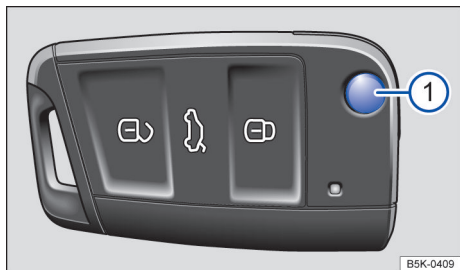
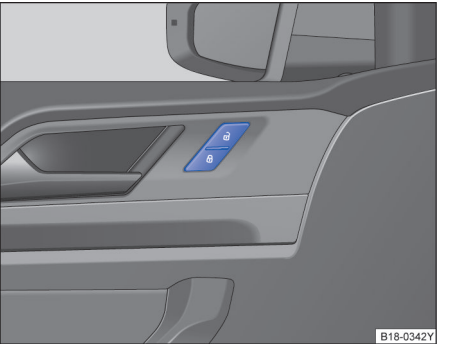

图 42 遥控钥匙
图 46 驾驶员侧车门内：中央门锁按钮
按压按钮→图 42①即可解锁并翻开钥匙头。
如短时间内反复按压汽车钥匙上的按钮→图 42 或中央门锁某个按钮→第 55 页，则中央门锁系统将暂时关闭，防止系统过载。此时汽车解锁，必要时闭锁汽车。
行驶车速超过 15km/h 时汽车自动闭锁→ 第 25 页。闭锁汽车后中央门锁按钮里的指示灯  以黄色点亮→ 图 46。
如短时间内反复按压汽车钥匙上的按钮→ 图 42 或中央门锁某个按钮→ 图 46，则中央门锁系统将暂时关闭，防止系统过载。随后汽车处于解锁状态约 30 秒钟。在此期间，若未打开车门或行李厢盖，随后汽车将自动闭锁。
按压按钮→ 图 46：
- 按压  按钮→图 46。